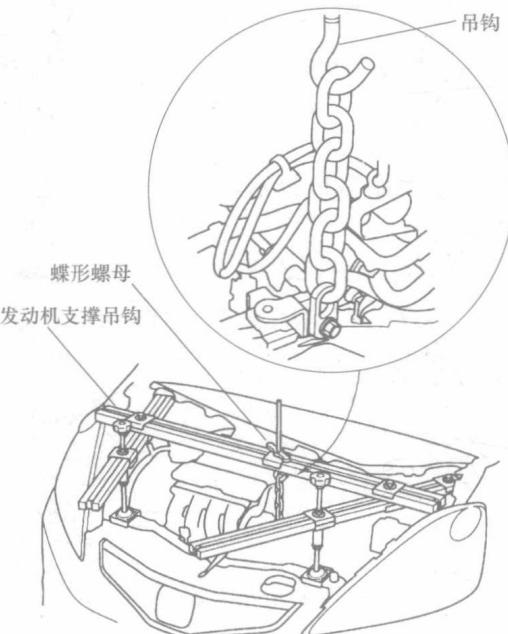

图 2-9 用吊钩支撑发动机总成
15) 如图 2-9 所示, 用吊钩将发动机支撑吊钩安装到车上。用手紧固蝶形螺母, 并举升和支撑发动机。